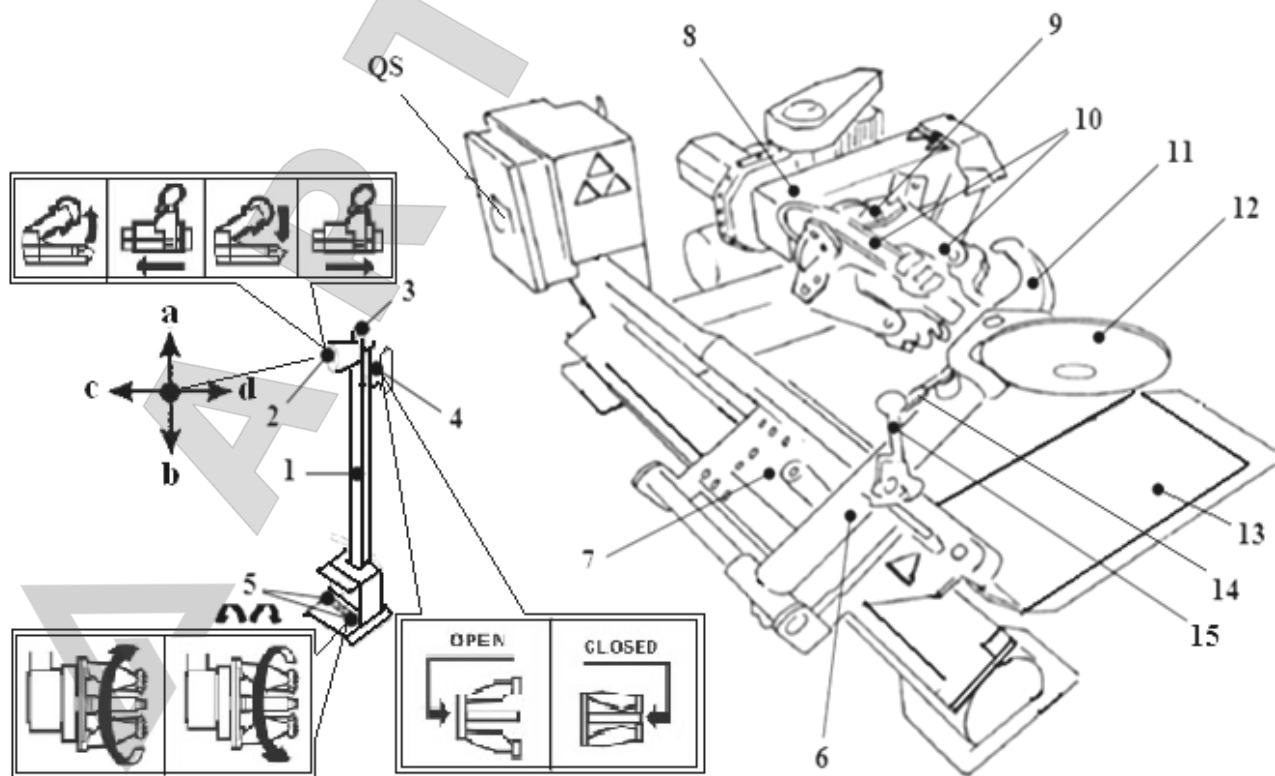

Рис. 1. Рабочие элементы станда.
Чтобы немедленно остановить работу стенда: Нажмите аварийный выключатель (3, Рис.1) на стойке управления. Переведите главный выключатель (QS, Рис.1)) в положение “0”. Отключите станок от электросети.
Переносная стойка управления (1, Рис. 1) позволяет оператору работать в любом месте около станка, на этом пульте расположены следующие средства управления:
- **Главный выключатель (QS, Рис.1)** служит для включения и выключения электропитания станка.
- **Аварийный выключатель (3, Рис. 1)** нажатием на кнопку отключает станок от электропитания в аварийной ситуации.
- **Переключатель 4-х позиционный (джойстик) (2, Рис. 1):** служит для: подъема и опускания подъемной балки шпинделя (положения a^b), перемещения каретки слева направо и обратно (c^d).
- **Переключатель «Зажим – Разжим» (3, Рис. 1):** при переводе вверх открывает зажим, при переводе вниз открывает зажим.
- **Педали вращения шпинделя (5, Рис. 1):** при нажатии правой педали шпиндель зажимного устройства вращается по часовой стрелке, при нажатии левой – против часовой стрелки (направление вращения указано стрелками на педали).
- **Рукоятка блокировки монтажной консоли (15, Рис. 1)** для её блокировки в рабочем положении и перевода в нерабочее положение (и наоборот).
- **Рычаг блокировки монтажной головки (14, Рис. 1)** позволяет альтернативное использование отжимного диска (12, Рис. 1) или монтажного крюка (11, Рис. 1).